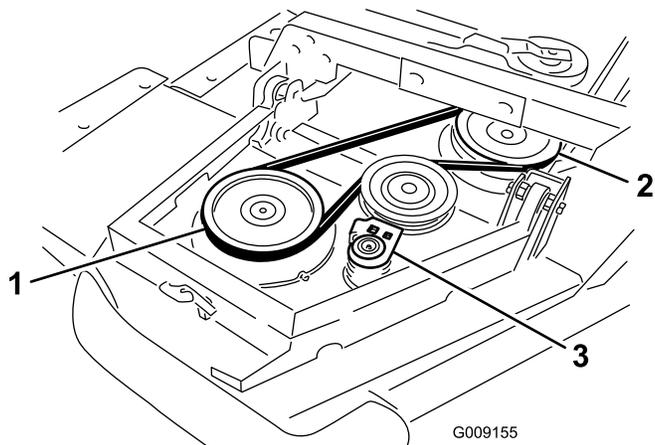

Bild 5
A. Legen Sie den Riemen um die Riemenscheibe der Flügelspindel und die Riemenscheibe der Frontmäherwerkspindel (**Bild 5**).
- B. Schieben Sie die Spannscheibe mit einem Schraubenschlüssel oder einem ähnlichen Werkzeug von den Scheiben (**Bild 5**).